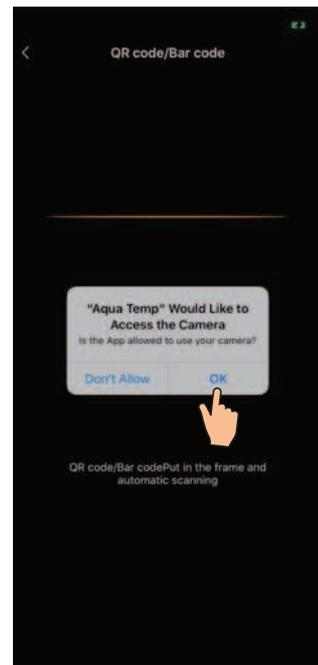

Fig.15 Interface de scannage
5. Cliquer "D'ACCORD" (Fig.15) pour permettre à cet APP d'utiliser la caméra pour scanner le **WF code-barres** sur la pompe à chaleur (Fig.16);